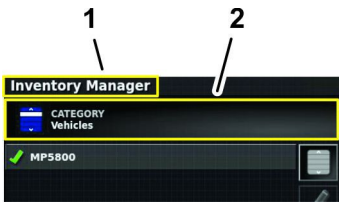

Figura 98
5. Si el tipo de categoría de información (por ejemplo, productos, boquillas personalizadas, parcelas, trabajos, perímetros de parcela, líneas AB y curvas) que desea exportar no aparece en el icono Categoría, pulse el icono Categoría (Figura 98).